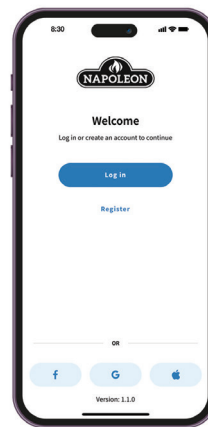

Fig. 1
1. Registre una cuenta en la **aplicación Napoleon Home** O inicie sesión utilizando su información de cuenta de Facebook, Google o Apple. (Fig. 1)